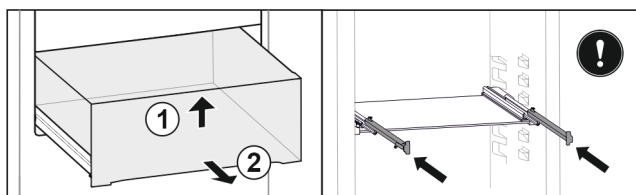

Fig. 85
- Sollevare il cassetto dal davanti. Fig. 85 (1)
- Rimuovere il cassetto tirandolo in avanti. Fig. 85 (2)